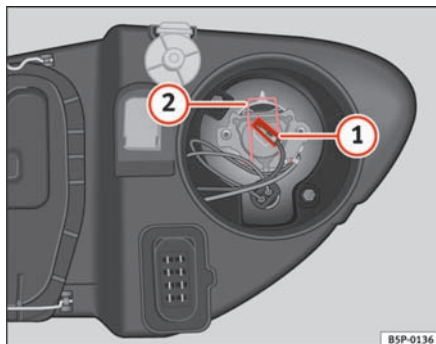

Fig. 160 Fjernlys
- Træk stikket ⇒ fig. 160 ① af pæren.
- Tag fjederen ⇒ fig. 160 ② af ved at trykke den ind og dreje mod højre.